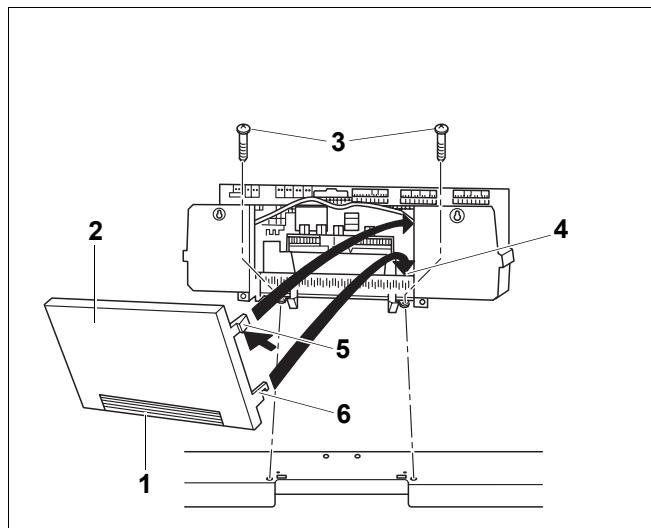

Рис. 20 Крепление системы управления Logamatic 4000
- Снимите заднюю стенку (рис. 20, поз. 2).
При необходимости можно выломать или вырезать заглушку (рис. 20, поз. 1) на задней стенке (рис. 20, поз. 2) системы управления.
- Установите оба нижних крюка (рис. 20, поз. 6) справа и слева на задней стенке (рис. 20, поз. 2) шлицом на верхнюю кромку рамки с хомутами.
- Слегка нажмите верхние эластичные крюки (рис. 20, поз. 5) внутрь (по стрелке) и вставьте заднюю стенку (рис. 20, поз. 2) так, чтобы оба крюка защелкнулись.
- Установите крышку клеммного щитка и закрепите ее 2 винтами (рис. 20, поз. 3).